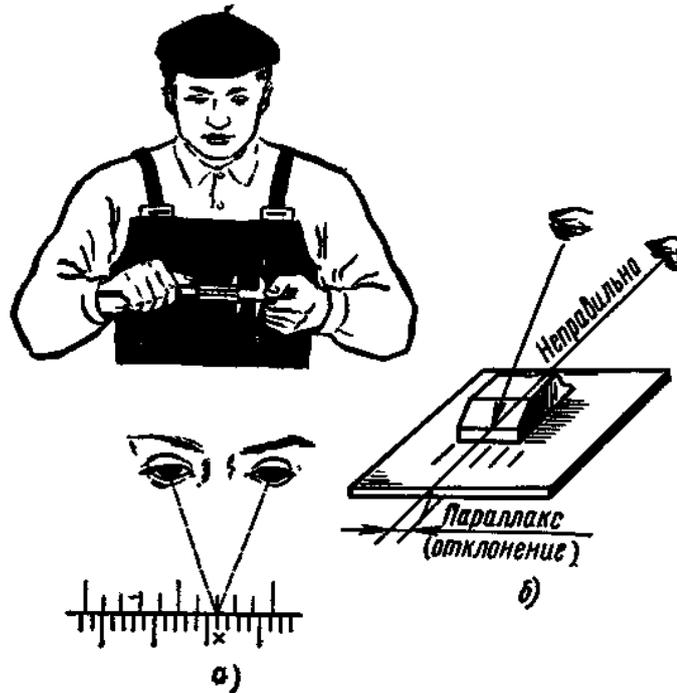

Рис. 5. Чтение показаний штангенциркуля
- а) при чтении показаний штангенциркуль держать прямо перед глазами (рис. 5, *a*). Если смотреть на показания с боку (рис. 5, *б*), то это приведет к искажению и, следовательно, к неправильным результатам измерений. Для предупреждения искажений поверхность, на которой нанесена шкала нониуса,
- a) штангенциркуль держать прямо перед глазами (рис.5);